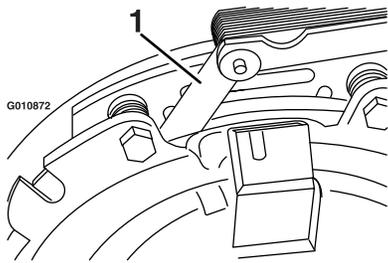
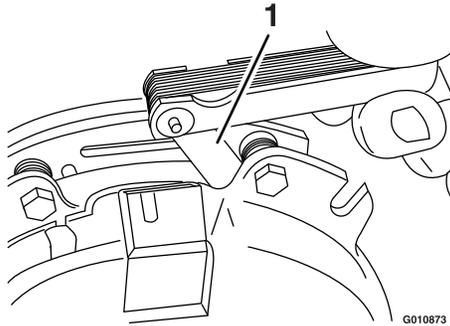

Figura 66
Figura 67
- E. Usando una galga de 0.010", compruebe que haya un espacio entre el rotor y la cara de la armadura en ambos lados del polo del freno, según se indica en Figura 66 y Figura 67.